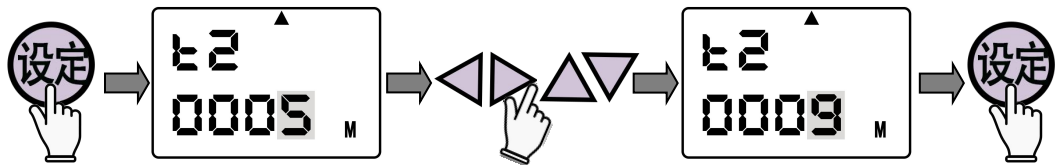

图 12
④设置干燥时间：（请确认已选择了辅助干燥模式）再短按两次“设定键”切换到 t2 干燥时间设定界（图 12），通过左右移位键和上下键来设置所需的干燥时间，干燥时间范围为（5min-9999min）最后按“设定键”返回主界面。